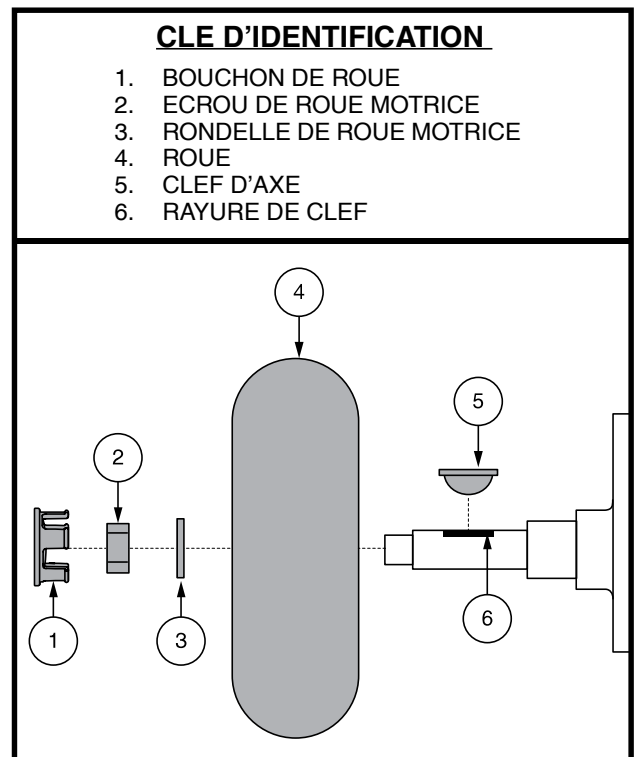

Figure 31. Enlèvement de la roue motrice
3. Enlever le bouchon de roue, l'écrou et la rondelle de roue motrice sur l'essieu. Voir la figure 31.
4. Retirez les écrous de la roue motrice de la moyeu. **Voir la figure 31.**
9. Glissez la nouvelle roue en place. Assurez-vous que la clef est bien ancrée dans la rayure de clef. **Voir la figure 31.**